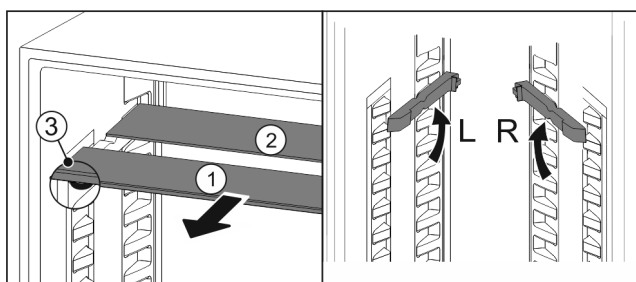

Fig. 90
- estrarre i ripiani di vetro singolarmente tirando in avanti Fig. 90 (1).
- Il piano in vetro Fig. 90 (1) con il motivo ornamentale è nella parte anteriore.
- I fermi Fig. 90 (3) sono rivolti verso il basso.